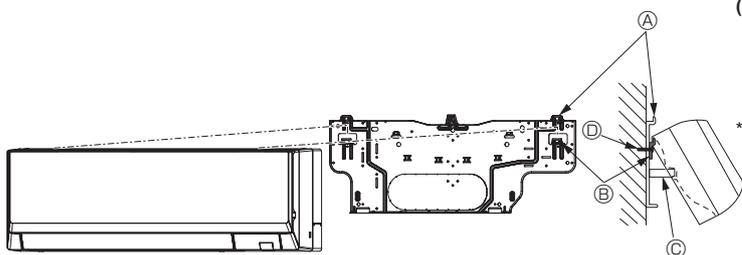

Fig. 3-12
- Si l'appareil intérieur ne peut être suspendu et soulevé à l'aide du crochet classique (la dimension de 2.1. ⓐ (espacement entre le plafond et l'appareil) est de 75 mm, 2-15/16 in. ou moins), suspendez l'appareil sur le crochet inférieur du tuyau gauche. (Fig. 3-12)
(Fig. 3-12)